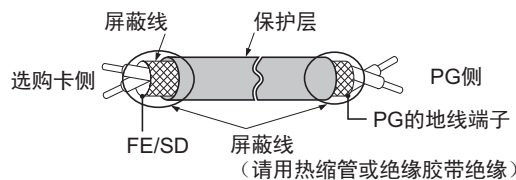

图 105 屏蔽线线头的处理
4. 请参照图 105 对电线的线头进行处理。关于接线时的紧固力矩, 请参照表 67 和表 68。请确认所有的电线是否切实固定牢靠、电线的保护层是否卡入了端子排的插孔。另外, 请切掉所有伸出来的芯线。